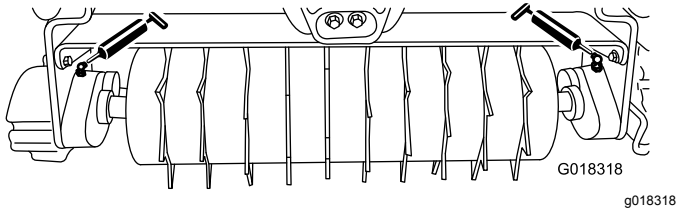

Figura 6
Lubrifique os 2 bocais de lubrificação (Figura 6) em cada unidade arranca-gramos após cada 15 horas de funcionamento utilizando um lubrificante multiusos à base de lítio n.º 2. Para obter melhores resultados, utilize uma pistola de lubrificação manual.
2. Limpe cada bocal de lubrificação (Figura 6) com um pano limpo.